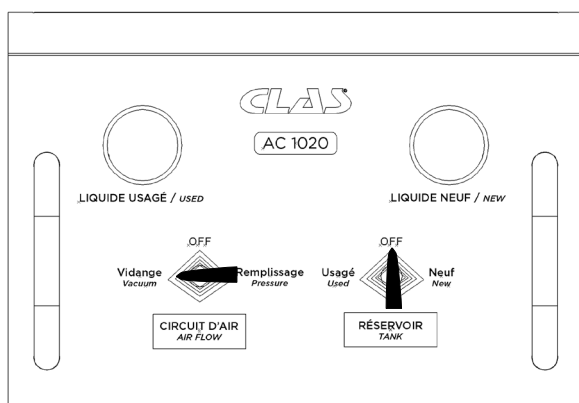
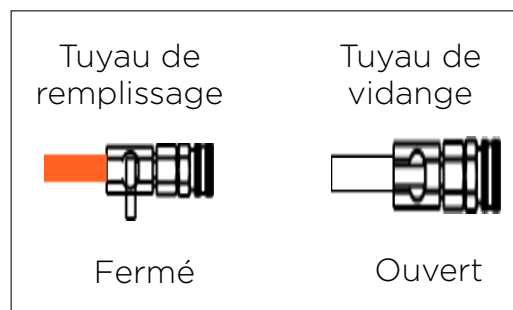

Fig. 6
Fig. 7
- Pour lancer l'aspiration, ouvrez la vanne correspondant au tuyau transparent de l'adaptateur Y (Fig. 7) et positionnez la vanne circuit d'air sur " Vidange " (Fig.6). Vous pouvez suivre la mise à vide du circuit grâce au manomètre de la cuve de liquide usagé jusqu'à environ -0,7bar. Cela devrait prendre entre 2 et 5 minutes.
- Avant de ranger l'appareil ou de l'utiliser sur un autre véhicule, il est recommandé de remettre le manomètre de la cuve de liquide usagé à 0. Pour cela, positionnez la vanne Circuit d'Air sur " Vidange " avant d'ouvrir la vanne d'aspiration (tuyau transparent) (Fig 6. et Fig. 7). Le liquide et dépôt présents dans le tuyau seront aspirés dans la cuve et le manomètre se remettra à 0. Replacer ensuite la vanne sur OFF et fermez les vannes d'aspiration et d'arrivée d'air en fin de procédure (Fig. 1 et Fig 2).